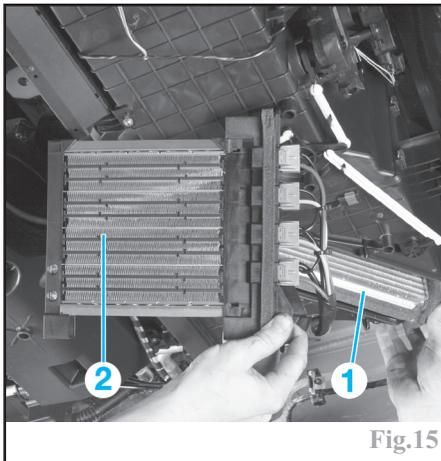

Fig.15
Déposer le radiateur de chauffage (1) avec la résistance de chauffage (2) (fig.15).